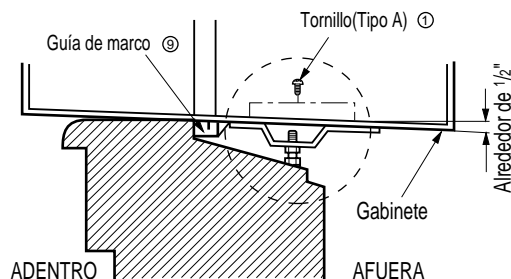

Fig. 4
4. Introduzca las guías de los marcos ① en la parte inferior de la carcasa con la parte delantera de la guía del marco enfocado hacia la parte delantera de la carcasa. FIG.4
5. Inserte el marco de la cortina en la guía superior las guías del marco FIG.4
4. Seleccione la posición en la que colocará el soporte del dintel ⑥ cerca del punto más externo del dintel. Fig. 4
5. Agregue el soporte del dintel al hueco de la guía del gabinete según la posición seleccionada usando 2 tornillos tipo A ① en cada soporte Fig. 4